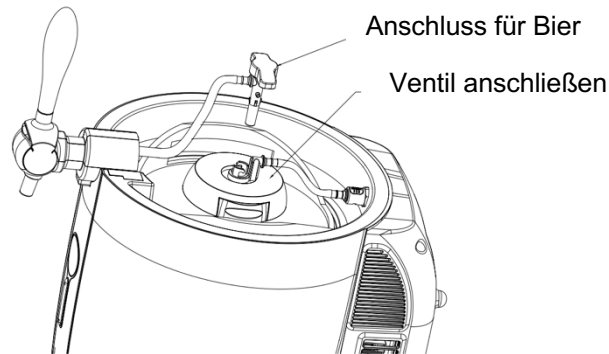

Abbildung 9
11. Setzen Sie den Bierauslass-Schnellanschluss am Ende der Bierleitung an der Zapfanlage in Richtung der Metallbuchse in der Mitte der Zapfhahnes ein und drehen Sie ihn im Uhrzeigersinn, damit er in die Buchse passt (siehe Abbildung 9).